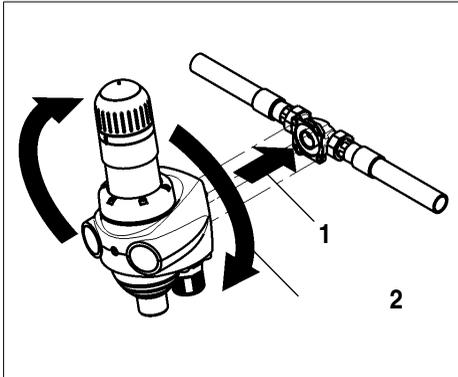

Abb. 3: Montage JPM-QC
- Die Köpfe der vier Flanschschrauben M6 x 165 in die Bajonettbohrungen am Einbaudrehflansch stecken (siehe Abb. 3).
- Die Hauswasserstation im Uhrzeigersinn bis zum Anschlag drehen (siehe Abb. 3).